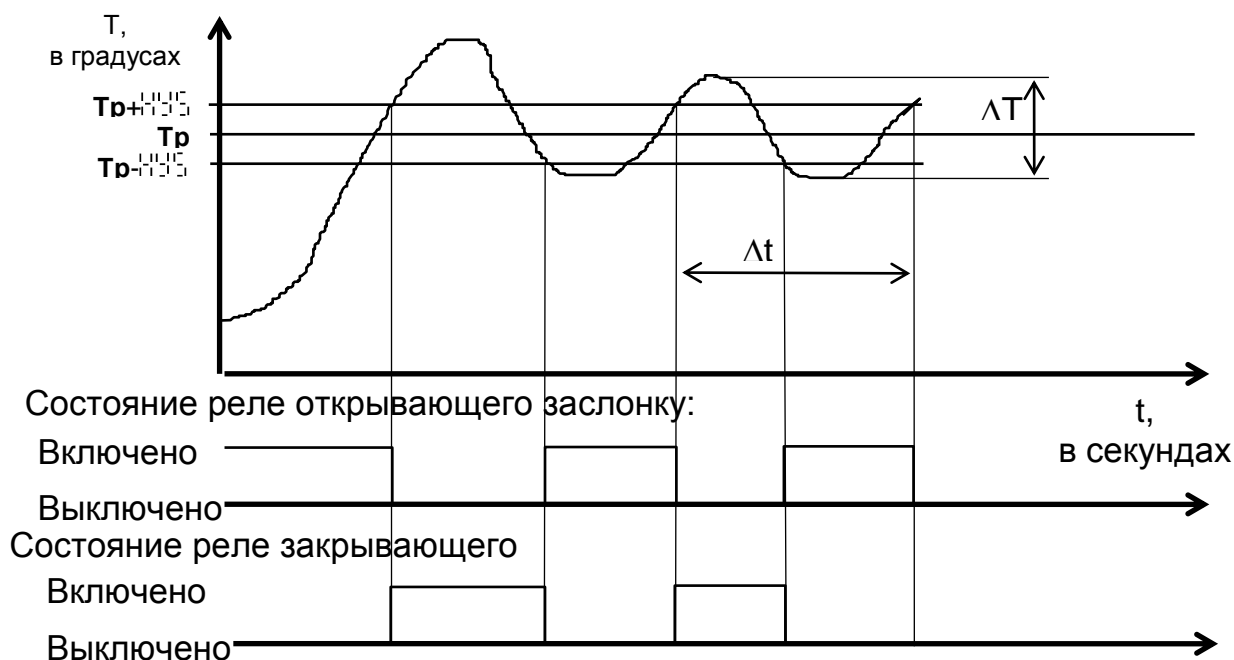

Рис. 4
4.6 Автоматическая настройка параметров $T^{\text{д}}$, $T^{\text{н}}$, $T^{\text{с}}$ и $T^{\text{п}}$ запускается при нажатии и удержании в течение двух секунд кнопки [Enter] при индикации параметра $T^{\text{д}}$ в меню параметров $T^{\text{д}}$ (см. Рис. 2). Через две секунды после нажатия кнопки [Enter] прибор выходит из меню и переходит в режим автоматической настройки параметров $T^{\text{д}}$, $T^{\text{н}}$, $T^{\text{с}}$ и $T^{\text{п}}$, о чем свидетельствует мигание светодиода 'AT'. По окончании настройки параметров прибор переходит в режим поддержания заданной температуры $T^{\text{р}}$ или к выполнению шагов программы (если параметр $T^{\text{д}}$ не равен нулю). Автоматическая настройка параметров осуществляется всегда для основного заданного значения $T^{\text{р}}$ независимо от того, задана или нет программа регулирования по шагам. Настройка параметров $T^{\text{д}}$, $T^{\text{н}}$, $T^{\text{с}}$ и $T^{\text{п}}$ производится по методу предельных колебаний. Во время автоматической настройки параметров прибор полностью закрывает заслонку если $T^{\text{тек}} > T^{\text{р}} + \Delta T$, и полностью открывает если $T^{\text{тек}} < T^{\text{р}} - \Delta T$. При этом происходит колебательный процесс по температуре как показано на Рис.4.